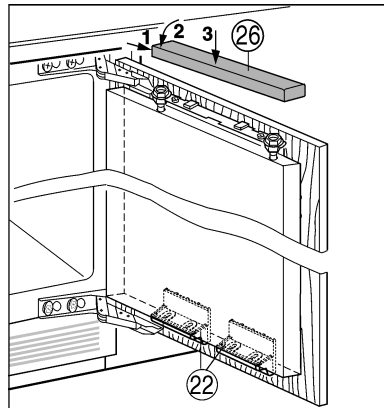

Fig. 20
- ▶ Bovenste afdekking Fig. 20 (26) plaatsen en in laten klikken.
- ▶ De bevestigingshoek Fig. 20 (22) weer dichtklappen. Controleer de volgende punten om na te gaan of het apparaat op de juiste manier is gemonteerd. Anders kunnen ijsvorming, condenswatervorming of storingen optreden: